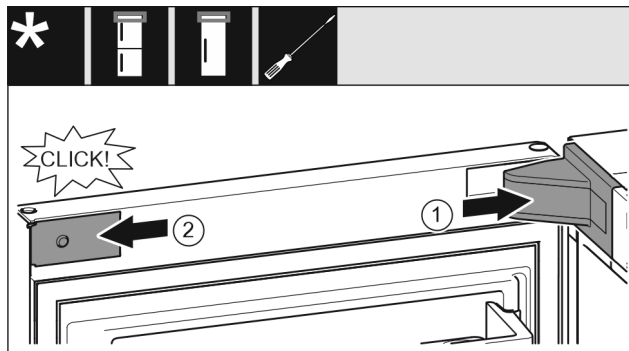

Fig. 21
- ▶ Namestite pokrov in ga zataknite, po potrebi ga previdno potisnite narazen. Fig. 21 (1)
- ▶ Ob strani namestite zaslonko in jo zataknite. Fig. 21 (2)